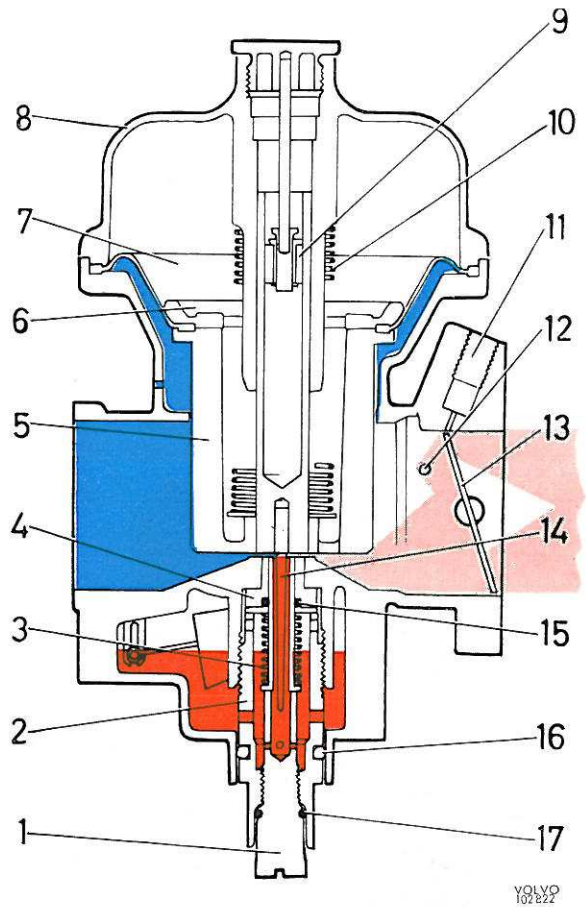

Figure 73. Départ à froid
Par les quatre alésages percés dans le porte-gicleur (2, figure 73) et quatre alésages situés dans la partie supérieure de la vis de réglage (1), l'essence pénètre dans le gicleur où elle se maintient au même niveau que dans la cuve du carburateur. L'étanchéité entre la vis de réglage et le porte-gicleur (2) d'une part, entre le porte-gicleur et la cuve du carburateur de l'autre, ainsi qu'entre le gicleur et le guide (4) est assurée par des joints toriques (15, 16 et 17).
On peut varier la proportion du mélange air-essence avec la vis de réglage (1, figure 73) avec moteur tournant au ralenti. Ce réglage est valable pour toute la zone de régime du moteur.
A l'ouverture du papillon d'accélérateur, le pot à dépression — qui est séparé du corps du carburateur par la membrane — reçoit par les canaux perforés dans le piston (5, figure 73) la même dépression que celle régnant dans le collecteur d'admission du moteur. Par suite de la différence de pression entre la face inférieure du piston à dépression (pression régnant au conduit d'admission du carburateur) et la face supérieure du même piston (dépression régnant dans le pot à dépression) le piston se soulève du pont. L'aiguille conique (14), qui est fixée au piston, se retire du gicleur. L'aire de passage de l'essence augmente
Lorsque le piston à dépression (5, figure 73) se soulève, le piston stabilisateur (9) s'appuie sur son siège, empêche l'huile se trouvant au-dessus du piston stabilisateur (9) de descendre au-dessous de ce piston et freine ainsi le mouvement du piston à dépression (5). La dépression régnant au-dessus du gicleur augmente rapidement et le mélange air-essence devient plus riche.